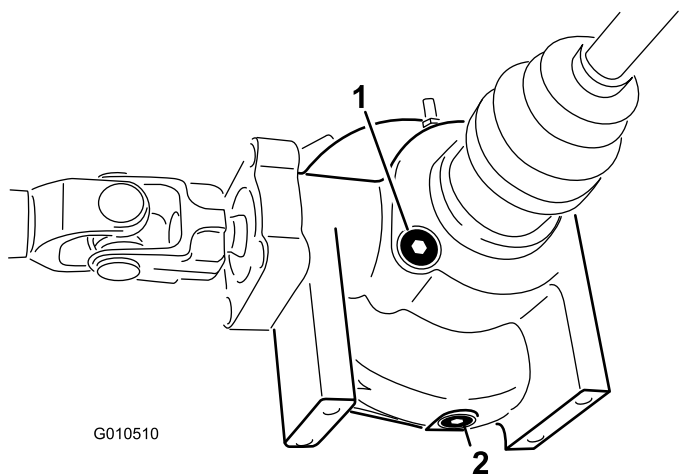

Figure 22
2. Nettoyez la surface autour du bouchon de remplissage/contrôle sur le côté du différentiel (Figure 22).